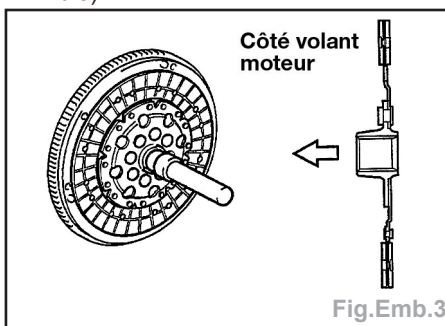

Fig.Emb.3
- Positionner le disque sur le volant (déport du moyeu côté volant moteur) à l'aide d'un mandrin de diamètre approprié (Fig. Emb.3).